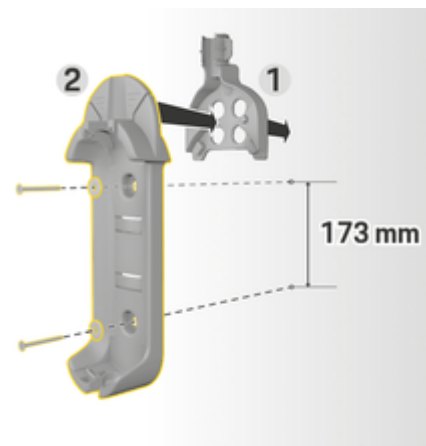

Fig. 3: Bormål
3. Trykk veggholder **2** (Fig. 3) inn i kabelføringen **1** (Fig. 3) foran.